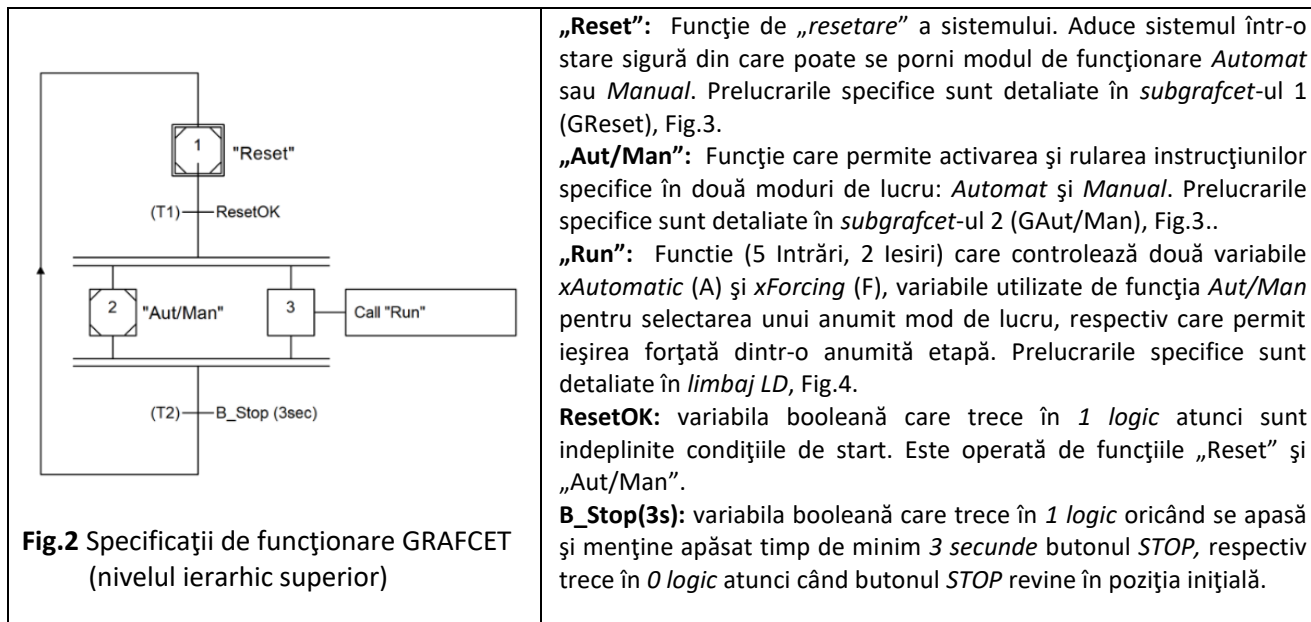
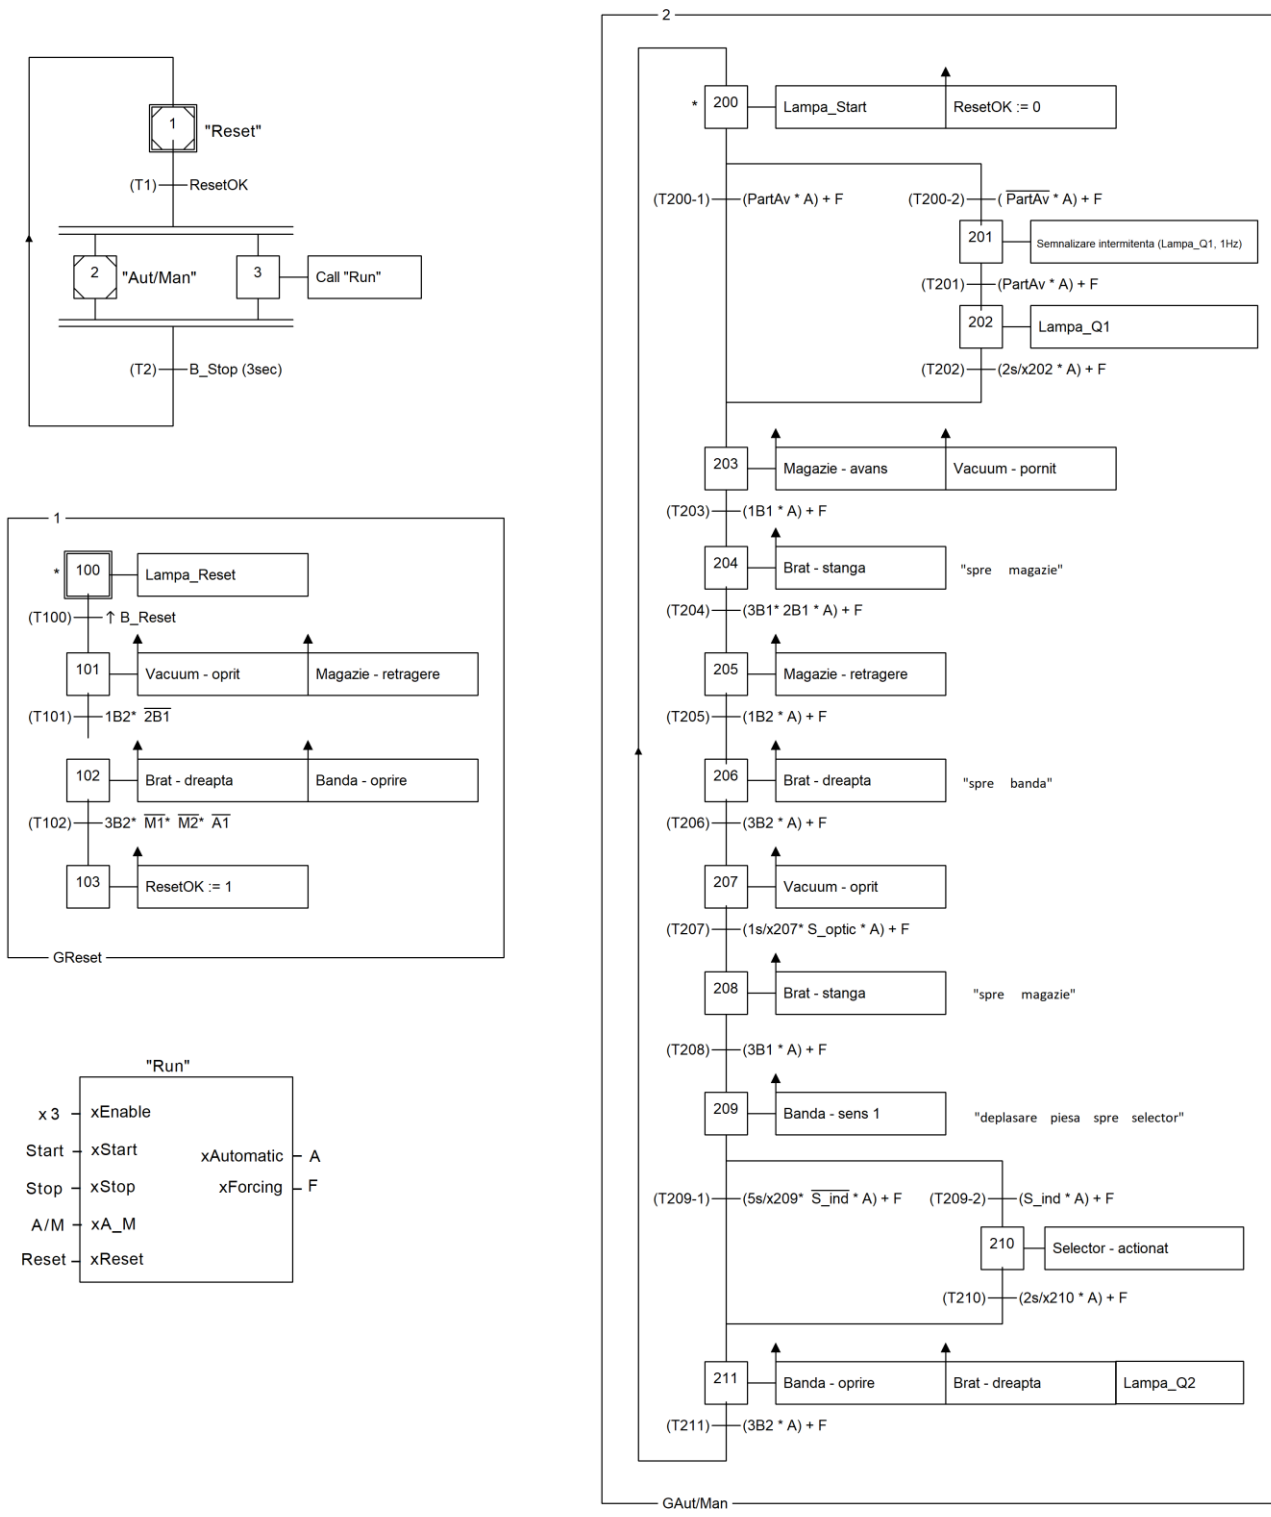

Fig.2 Specificații de funcționare GRAFCET (nivelul ierarhic superior)
Fig.3. Specificații de funcționare (GRAFCET). Detaliere *subgrafcet*-uri: GReset și GAut/Man.
2. Următoarele canale (zona marcată cu fond verde în Fig.1.a) sunt destinate montajului alimentatorului (magaziei), brațului oscilant, benzii transportoare și regulatorului de presiune (4-6 bari). Subansamblul încercuit prin linie punctată (magazia, brațul oscilant, banda) poate fi montat în oricare din variantele din Fig.2.b, cele patru poziții de montaj fiind derivate din soluția de bază din Fig.1.a prin rotirea cu 90, 180 sau 270 de grade a subansamblului.
La punerea în funcțiune a PLC-ului se va executa programul de conducere al procesului, specificațiile de funcționare fiind descrise prin reprezentări GRAFCET (cf. IEC 60848), Fig.2 și Fig.3.